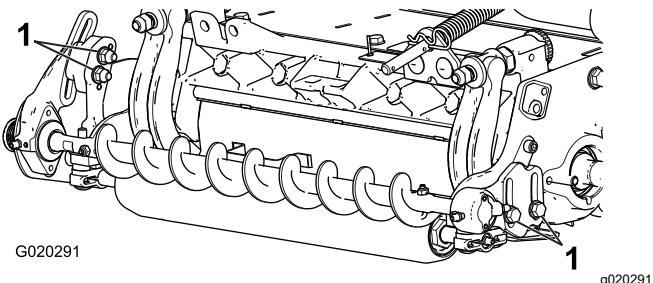

図 10
1. 各ローラブラシベアリングハウジングをローラブラシ取り付けブラケットに固定しているボルト2本をゆるめる図 10。